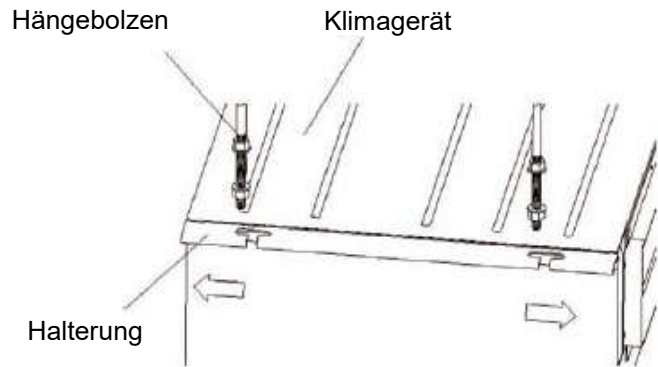

Abb. 4
2. Installieren Sie die Inneneinheit an die Hängeschraube nach Abb. 4.